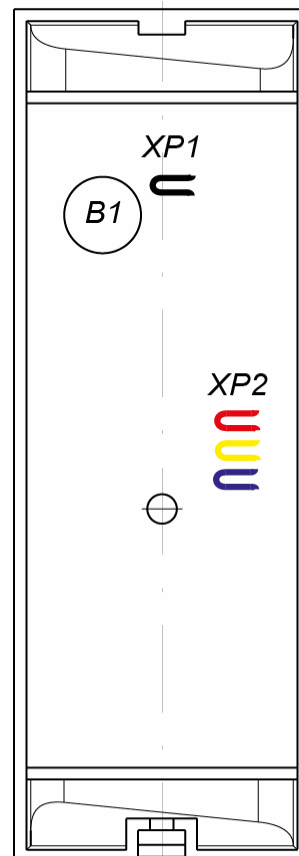

Рисунок 2. Расположение перемычек «номер считывателя» (XP2), перемычки «отключение концевой резистора» (XP1) и пьезоэлемента (B1)
Защита электроники от негативных воздействий окружающей среды обеспечивается за счет заливки его платы компаундом. Кабель для подключения считывателя выведен с его тыльной стороны. Кроме того, на тыльной стороне считывателя расположены четыре перемычки проводом (см. рис. 2):
- При помощи трех перемычек **XP2** (см. рис. 2) установите номер считывателя, для чего в соответствии с табл. 2 необходимые перемычки перекусите кусачками. Разрезанные перемычки не должны контактировать с другими перемычками и с металлическим основанием.
- С целью предотвращения искажений сигнала на концах линии связи **RS-485** должны быть установлены концевые резисторы. В считывателе **PERCo-MR07.1** такой резистор предусмотрен конструктивно. Если устанавливаемый считыватель не является конечным устройством на линии связи, то на нем необходимо отключить концевой резистор, для чего перекусите перемычку **XP1** (см. рис. 2). Проверьте наличие концевых резисторов на реальных концах линии связи интерфейса **RS-485**.